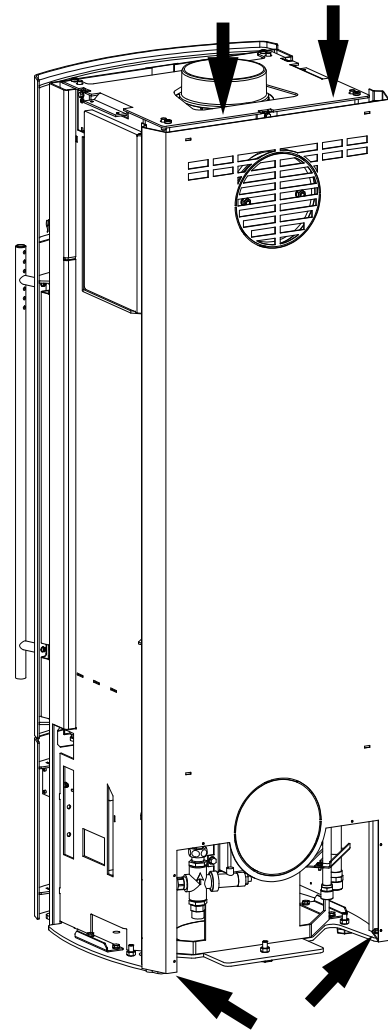

Fig. 2 Rückwand abschrauben
- Rückwand abschrauben (Fig. 2).